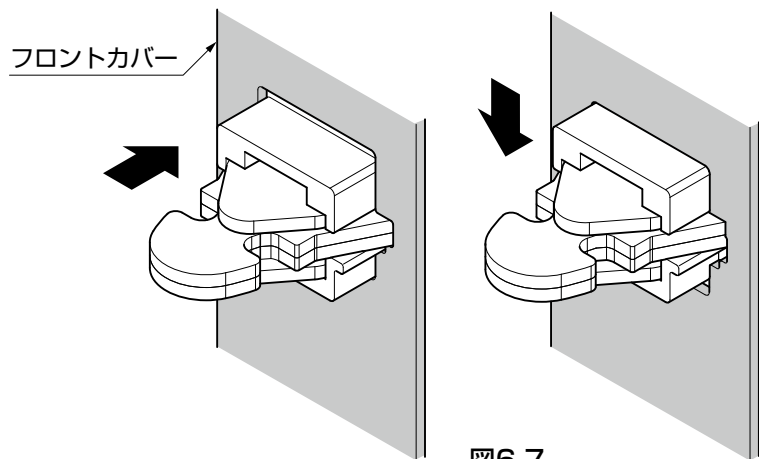

図6-7
- フロントカバーは鎌錠を差し込んだあと、下方方向にずらしてからネジ固定をしてください。（図6-7参照）